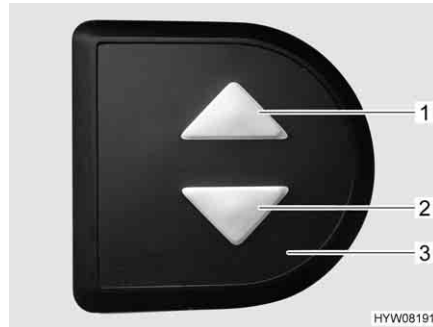

Fig. 92 Elemento di regolazione
- Sull'elemento di regolazione (Fig. 92,3) premere contemporaneamente i due tasti freccia (Fig. 92,1 e 2) e tenerli premuti fino a quando il letto basculante non si è spostato completamente verso il basso. Una volta rilasciati i tasti viene emesso un segnale acustico di conferma.
- Sull'elemento di regolazione (Fig. 92,3) premere il tasto freccia inferiore (Fig. 92,2) e tenerlo premuto fino a quando il letto basculante non ha raggiunto la posizione finale in basso.
- Sull'elemento di regolazione (Fig. 92,3) premere il tasto freccia superiore (Fig. 92,1) e tenerlo premuto fino a quando il letto basculante non ha raggiunto la posizione finale in alto.
- Portare leggermente il letto basculante con i tasti freccia (Fig. 92,1 o 2) nella direzione opposta.